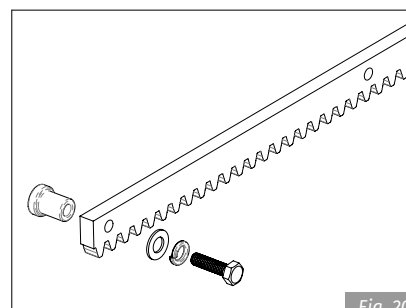

Fig. 20
- Nunca soldar os elementos de cremalheira aos espaçadores. Para a fixação destes, use parafusos e anilhas como na Fig. 20.